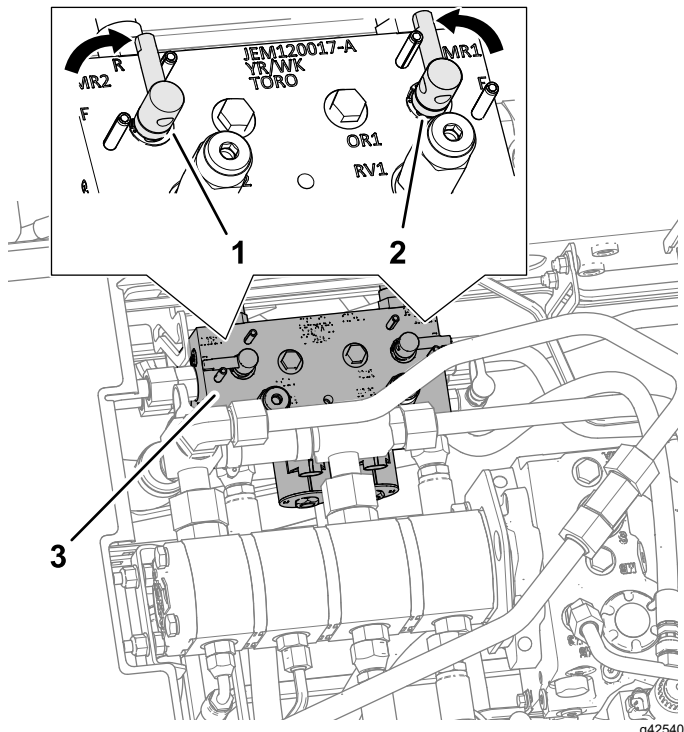

Figura 150
4. Deblocați i ridicați scaunul pentru a avea acces la colectorul mainii de tuns iarba (Figura 150).
5. Deplasați maneta de ascuire în poziția R (de ascuire) (Figura 150).